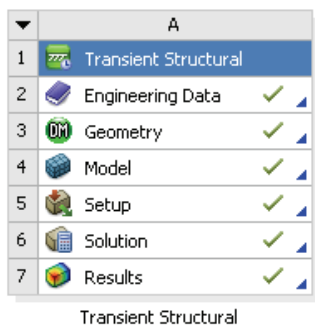

图 14-24 完成分析的项目工程图
1) 单击 Mechanical 界面右上角的“关闭”按钮，退出 Mechanical 返回到 Workbench 主界面。此时主界面中的项目管理区中显示的分析项目均已完成，如图 14-24 所示。